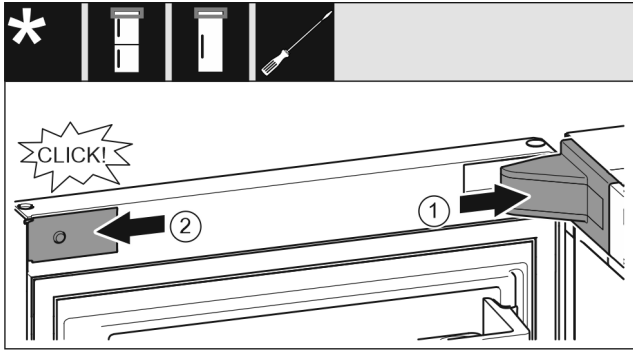

Fig. 24
- Uzlieciet un nofiksējiet gultņa balsta pārsegu Fig. 24 (1), ja nepieciešams, uzmanīgi atspiediet.
- Šānos pielieciet un nofiksējiet aizsegu Fig. 24 (2).